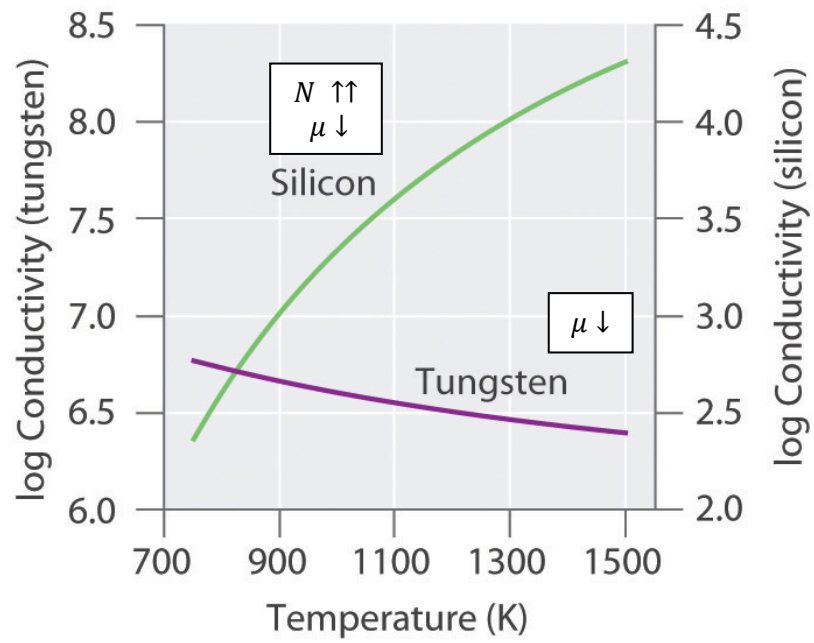

Figure 11 Comparaison de la dépendance en température de la conductivité dans un métal et un semiconducteur non-dopé (intrinsèque) . Ref : academics.csc.edu
Finalement on compare la dépendance en température de la conductivité des semiconducteurs avec celle des métaux. La figure 11 compare la conductivité d'un semiconducteur intrinsèque (Si) et un métal (W). Les tendances sont opposées. Pour comprendre cette comparaison il est utile de rappeler que la conductivité (σ) d'un matériau est proportionnelle à N , la densité de porteurs de charges et la mobilité, μ .